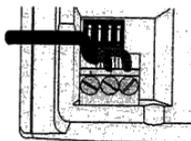

Figure 1
- Dévisser les 2 plots du bornier (page 4) suivant le mode choisi C.A. ou C.C. (figure 1 ou 2),
- Unscrew the two ports (page 6) according to the selected AC or DC signal (figure 1 or 2),
- Dévisser les 2 plots du bornier (page 6) suivant le mode choisi C.A. ou C.C. (figure 1 ou 2),